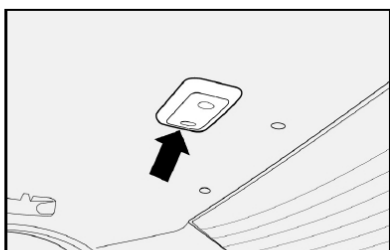

fig. 61
1) com uma chave de fenda no ponto indicado pela **seta-fig. 61** remover o conjunto da luz interna montado a pressão;